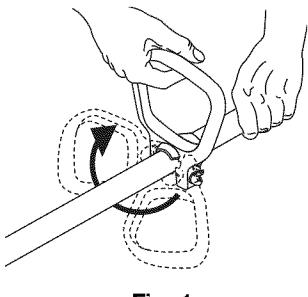

Fig. 1
- Ubique la tuerca de mariposa en el mango en forma de D. Aflojela suficientemente para soltar el mango en forma de D (Fig. 1).
- Gire el mango en forma de D hacia la posición vertical al frente de la cubierta del eje (Fig. 1).